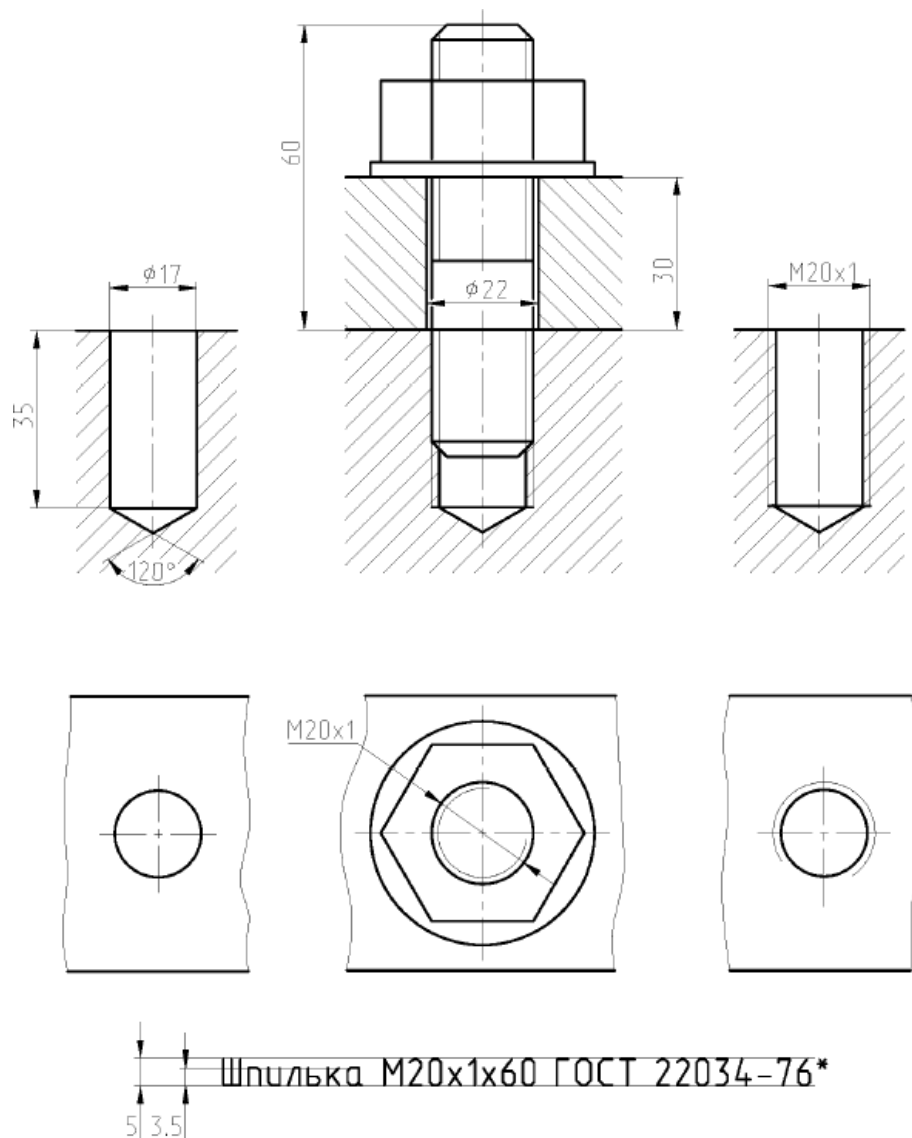

Рис.7. Образец выполнения задания шпилечного соединения
1. Шпилечное соединение требуется вычертить в двух изображениях: главный вид с фронтальным разрезом и вид сверху. Вычерчивают также глухое сверленное отверстие и глухое отверстие с резьбой (рис.7).
9. По образцу, приведенному на рис. 7 проставить необходимые разме-